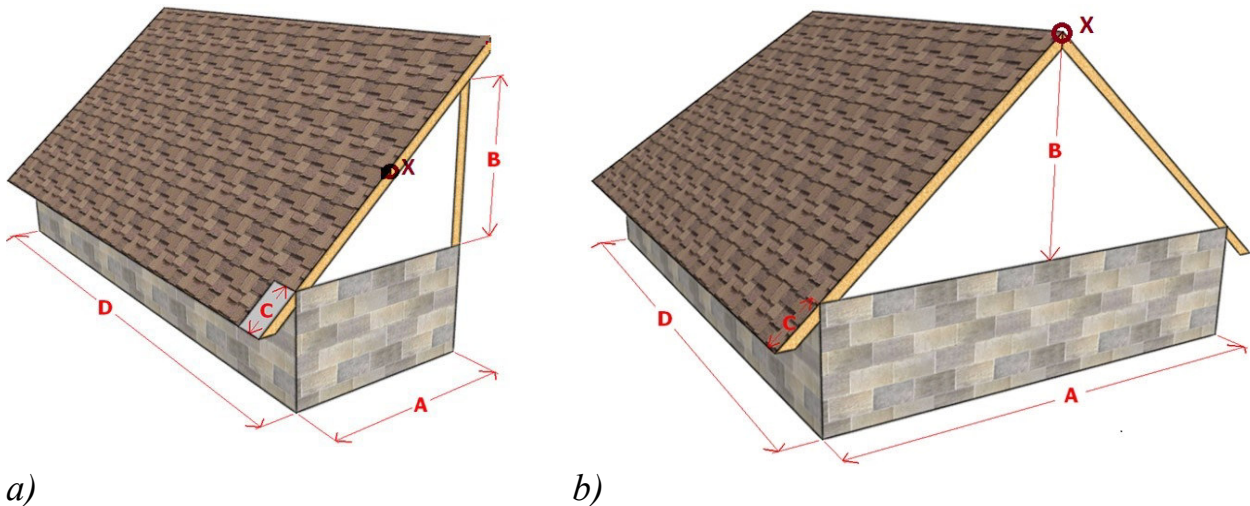

Рисунок 2.5 - Типи дахів: *a* – односхилий; *b* - двосхилий
- тип даху (рис. 2.5), на якому передбачається розміщення фотоелектричних модулів; розглядаються дахи двох типів: односхилий та двосхилий;